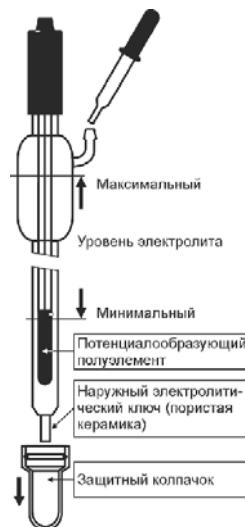

Рис.1
4.3 Проверить уровень электролита в электроде, он должен находиться в пределах, показанных на рис.1. При необходимости электролит следует долить через патрубок, расположенный в верхней части электрода. Для заполнения рекомендуется применять электролит идентичный электролиту, залитому в потенциалообразующий полуэлемент (3 М; 3,5 М или 4,2 М KCl).